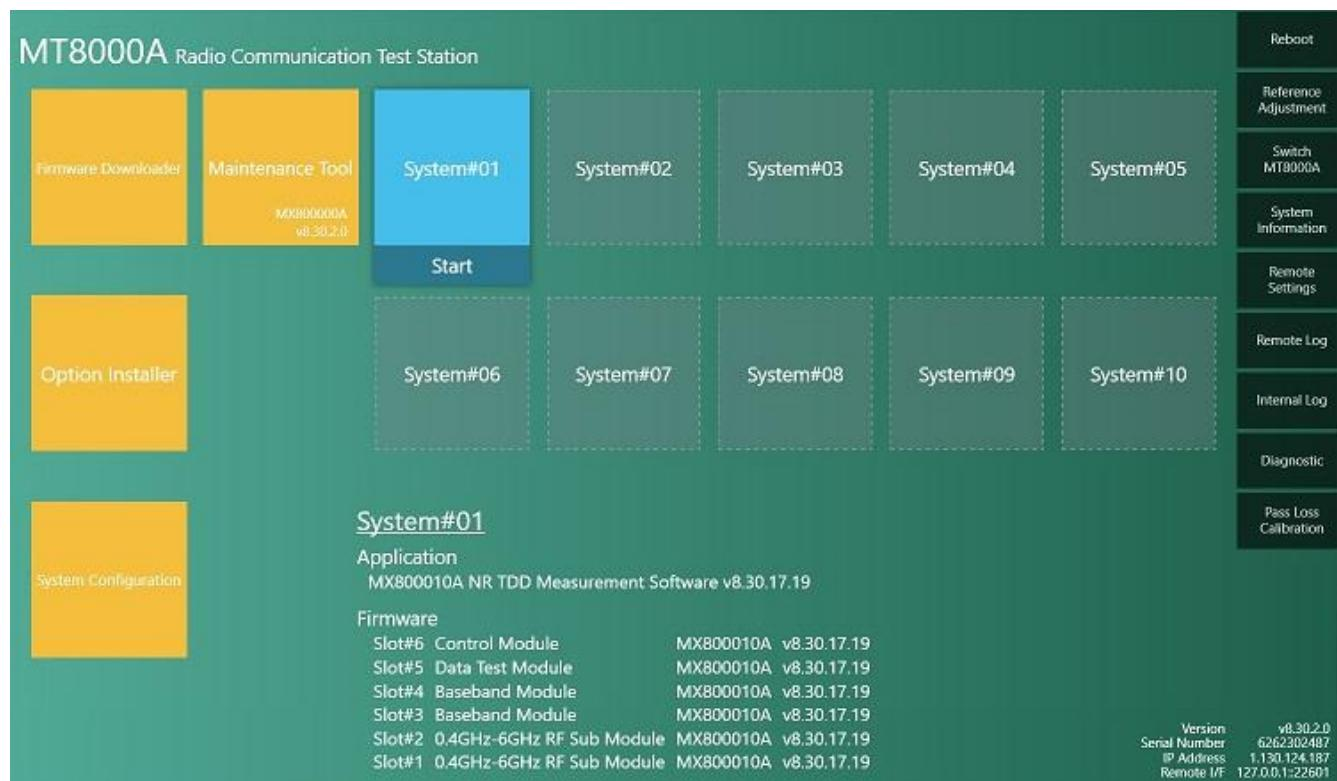

рисунок 10.4.1
10.4.3 Запустить программу Spectrum Monitor, для этого в главном окне программы (рисунок 10.4.1) кликнуть на вкладке System#01, после чего появится окно Operation, показанное на рисунке 10.4.2.